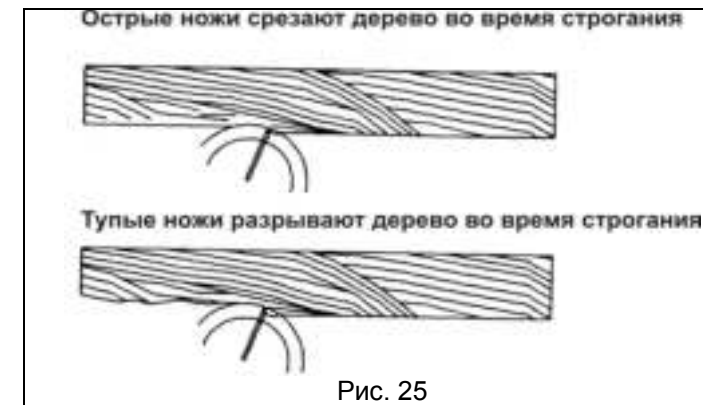

Рис. 25
18.3. Контроль износа ножей (Рис.25)